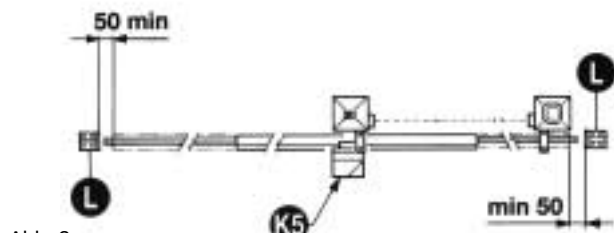

Abb. 2
- Ausser der elektrischen und mechanischen Endschalter, die mit der Steuerung verbunden werden ist es ratsam einen festen Endanschlagpunkt am Boden zu befestigen. Der im gegebenen Fall einer Fehlfunktion der elektronik den Antrieb mit seinen kinetischen und statischer Groesse zum halten bringt (12)(Bild 2).
Es ist notwendig, am Ende der Föhrung zwei mechanische Stoppvorrichtungen zu befestigen (12) (Abb. 2).